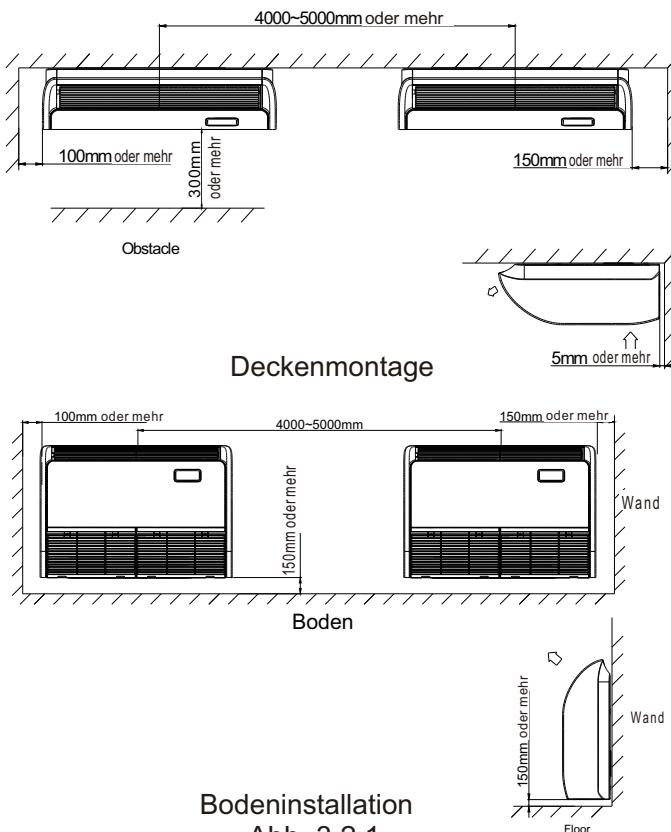

Abb. 3.2.1
- Für die Wartung und Instandhaltung ist ein ausreichender Abstand gewährleistet. (Siehe Abb. 3.2.1)